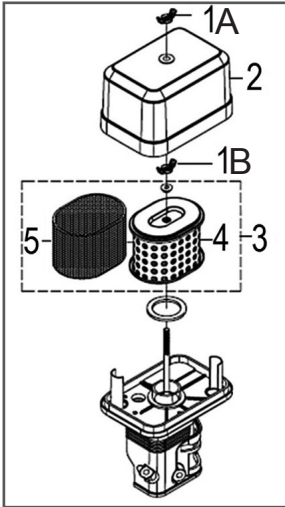

Рис. 17 Обслуживание воздушного фильтра
1. Открутите барашковую гайку 1А и снимите крышку 2 воздушного фильтра (Рис. 17).
2. Открутите барашковую гайку 1В и извлеките воздушный фильтр 3 в сборе (Рис. 17).
3. Проверьте целостность и чистоту фильтрующих элементов. Поролоновый (предварительный) фильтрующий элемент 5 установлен на корпусе бумажного (основного) фильтрующего элемента 4 (Рис. 17).